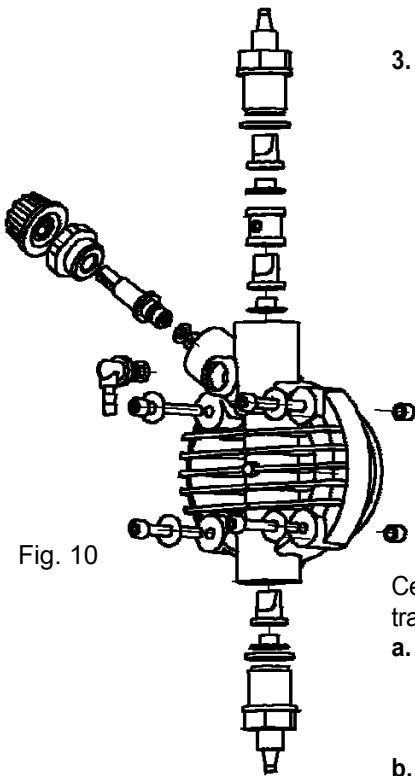

Fig. 10
2. Contrôlez au moins tous les six mois le fonctionnement de la pompe, l'étanchéité des vis et des joints, effectuez des contrôles plus fréquents avec des liquides plus agressifs, contrôlez en particulier la concentration d'additif dans l'installation ; une réduction de cette concentration pourrait être déterminée par l'usure des soupapes (qui dans ce cas doivent être remplacées en faisant attention au moment du remontage comme dans la Fig. 10) ou bien par le bouchage du filtre qui doit être nettoyé comme indiqué au point suivant 3.
Pour effectuer cette opération, si l'appareil n'est pas fixé à l'installation on peut le faire tressauter pendant quelques secondes (15-30) en le retournant avec les tubes non branchés aux raccords, si ce n'est pas possible démonter et remonter le corps de la pompe (Fig. 10), moyennant les quatre vis de fixation.
Étant donné la solidité du système, aucune panne d'origine vraiment mécanique ne se produit. Il peut y avoir parfois des fuites de liquides de certains raccords ou bagues de fixation des tubes desserrés, ou plus simplement encore à cause de la rupture du tube de refoulement. Ces fuites sont très rarement dues à la rupture de la membrane ou à l'usure du joint d'étanchéité de celle-ci. Dans ce cas les composants sont à changer en dévissant les quatre vis du corps de la pompe (Fig. 10), en remontant ces vis, les serrer de manière uniforme avec une valeur maximale de couple recommandée de 180÷200 NxcM. Après avoir éliminé la cause de la fuite, nettoyer la pompe doseuse en éliminant tous les éventuels résidus d'additif stagnants car ils risquent d'endommager le boîtier de la pompe.
- Démonter les soupapes d'aspiration et refoulement, les nettoyer et les remonter dans la même position (Fig. 10). Si ces soupapes ont des espèces d'enflures, contrôler sur le tableau prévu à cet effet la compatibilité de l'additif avec le type de soupape montée sur la pompe (soupape standard en Viton®; ou un autre élastomère compatible ; sur demande sont disponibles les soupapes à sphère).
Pour remplacer la membrane dévisser les quatre vis, dévisser la membrane, la remplacer en même temps que l'O'Ring, remonter le tout en ayant soin de serrer les vis de manière équilibrée (visser alternativement en croix en respectant la prescription de couple de serrage indiquée sur la fig. 10).